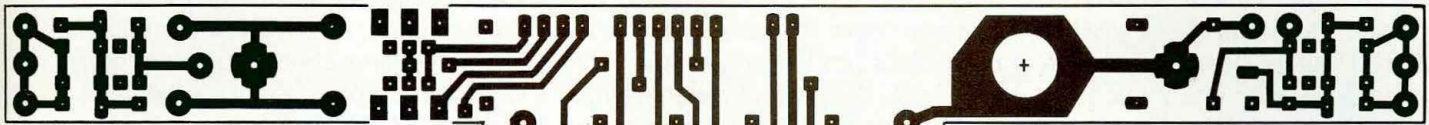

Fig. 16 : C.I. du clavier.
• **LE CI DU CLAVIER** – voir Fig. 16. C'est un petit circuit simple face, supportant les quatre touches et quelques composants périphériques. Il est beaucoup plus simple et vous avez l'autorisation de le faire vous-même !! Mais il est dans le kit, bien sûr !